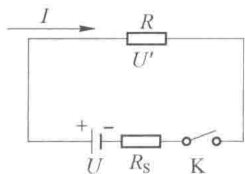

图 1.1.11 闭合电路欧姆定律
(2) 全电路欧姆定律，也称闭合电路欧姆定律，它不忽略电源中的内阻，电源不再是一个理想的电动势提供者，而是一个具有内阻的电源，如图 1.1.11 所示。由图 1.1.11 可知: